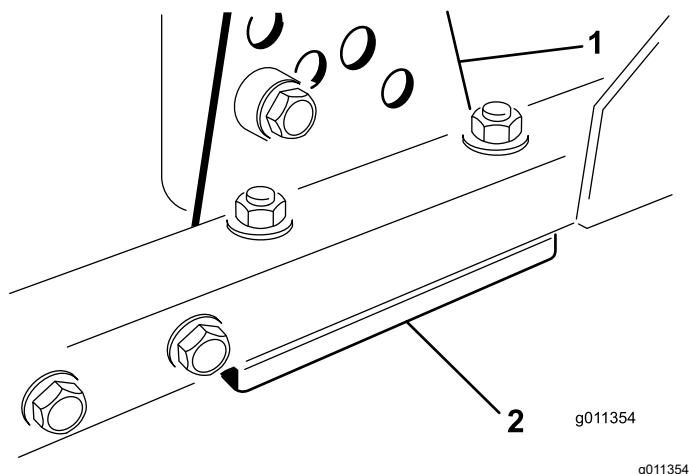

Figure 70
1. Retirez le support de hauteur de coupe (avant, gauche ou droit) du cadre du plateau de coupe (Figure 70).
2. Placez des cales de 1,5 mm et/ou une cale de 0,7 mm entre le bâti et le support du plateau pour obtenir la hauteur de coupe voulue (Figure 70).